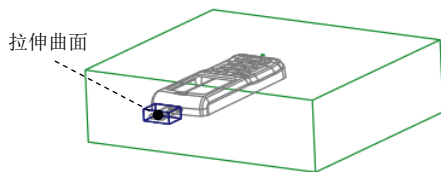
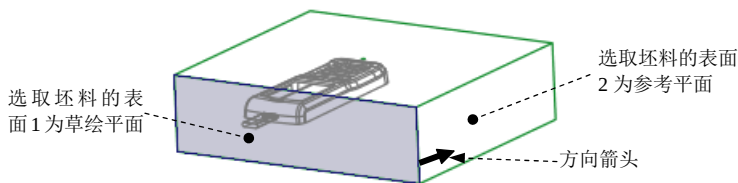

图 31.25 拉伸曲面
图 31.26 定义草绘平面
Step9. 创建拉伸曲面，如图 31.25 所示。单击 **分型面** 功能选项卡 **形状** 区域中的 **拉伸** 按钮，此时系统弹出“拉伸”操控板；右击，从弹出的菜单中选择 **定义内部草绘...** 命令；在系统 **选择一个平面或曲面以定义草绘平面** 的提示下，选取图 31.26 所示的坯料表面 1 为草绘平面，接受图 31.26 中默认的箭头方向为草绘视图方向，然后选取图 31.26 所示的坯料表面 2 为参考平面，方向为 **右**，然后单击 **草绘** 按钮；选取 MOLD_FRONT 基准平面和模型的下表面为草绘参考；绘制图 31.27 所示的截面草图；完成截面的绘制后，单击“草绘”操控板中的“确定”按钮 **确定**；在操控板中选取深度类型 **深度**，再在深度文本框中输入深度值 15.0，并按回车键，然后单击 **应用** 按钮，在操控板中单击 **选项** 按钮，在“选项”界面中选中 ☒ 封闭端 复选框；在“拉伸”操控板中单击 **确定** 按钮，完成特征的创建。